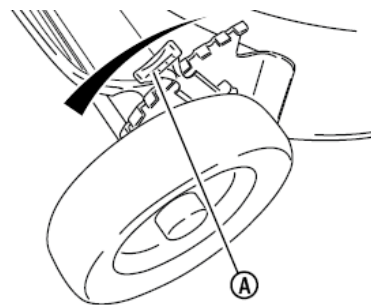

図 4-7
1. それぞれの車輪の内側にある刈高調節ラッチAを動かし、希望する高さにセットします。刈高さは7段階選べます。(図4-7)